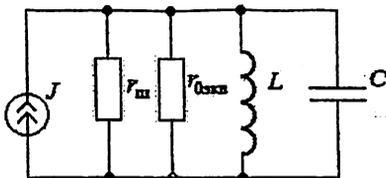

Рис. 41
6) добротность контура $Q = \frac{r_{0эв}}{\rho} = \frac{\rho}{r}$; (46)
7) затухание $d = \frac{1}{Q}$; (47)
8) внутреннее сопротивление подключенного к контуру (рис. 41) источника $r_{ш}$ (сопротивление шунта) ухудшает добротность контура, т. к. ухудшенная добротность